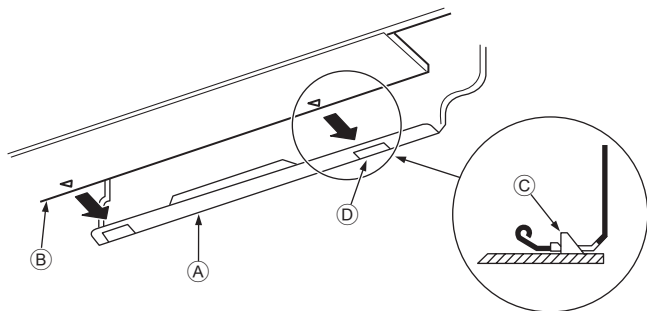

Рис. 3-15
3. Устанавливая трубки хладагента и дренажа в отверстие на стене (муфту), подвесьте верхнюю часть внутреннего блока к монтажной плите ①.
5. Закрепите блок, вдвинув его нижнюю часть в монтажную плиту ①. (Рис. 3-15)
* Убедитесь, что нижние фиксаторы внутреннего блока надежно встали в монтажной плите ①.
- ① Монтажная плита
- ② Внутренний блок
- ③ Крюк
- ④ квадратное отверстие